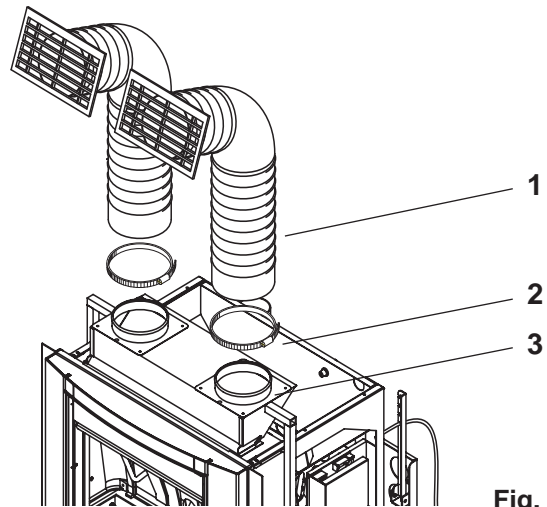

Fig. 6.4.1
Tomar el tubo flexible en los extremos y alargarlo, acompañándolo con un movimiento giratorio (Fig. 6.4.1).
Fijar el tubo (2) a los collares (3) con las abrazaderas (1) (Fig. 6.4.1).